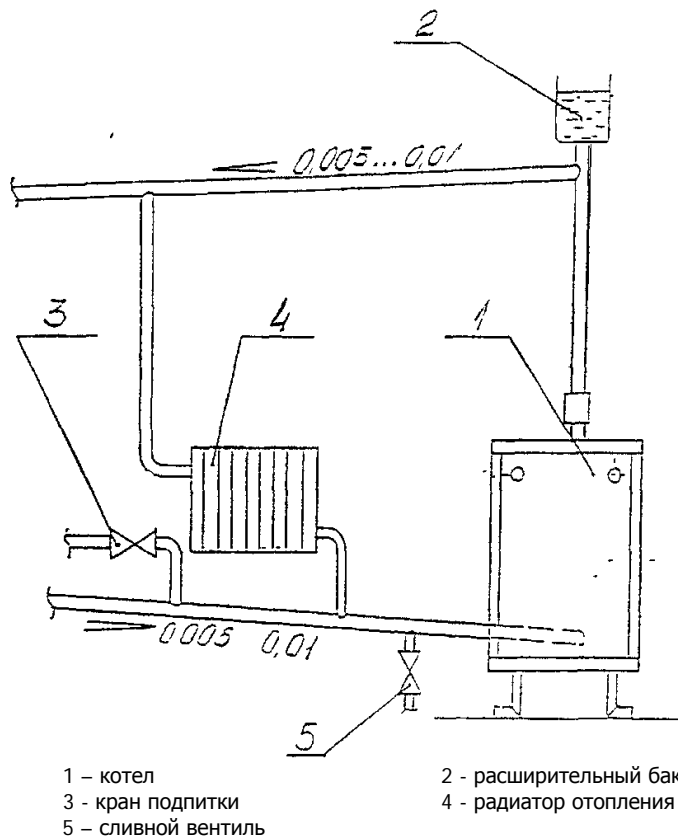

Рис. 6. Рекомендуемая система разводки отопительной системы.
5.3. Рекомендуемые схемы системы отопления приведены на рис.6,7.